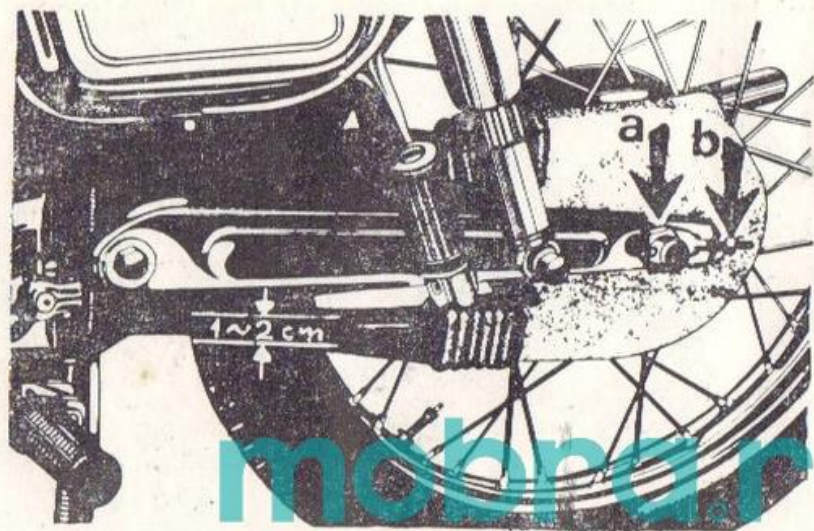

Fig. 33.
1. Slăbiți piulița axului roții aflată pe partea dreaptă a motoretei (nu se vede în fig. 33) precum și piulița „a”.